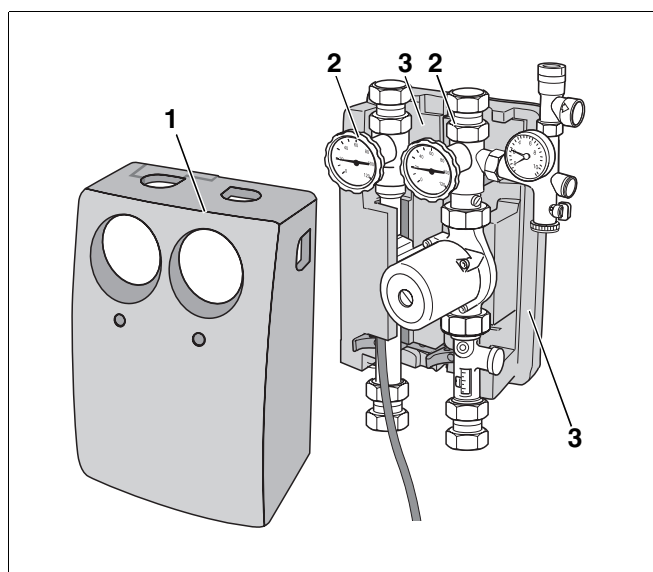

Fig. 19 Montagem do isolamento térmico dianteiro
- ▶ Coloque o isolamento térmico dianteiro (Fig. 19, **Item 1**) sobre o conjunto de tubos da bomba (Fig. 19, **Item 2**).
- ▶ Comprima o isolamento térmico dianteiro (Fig. 19, **Item 1**) contra as peças traseiras de isolamento térmico (Fig. 19, **Item 3**).